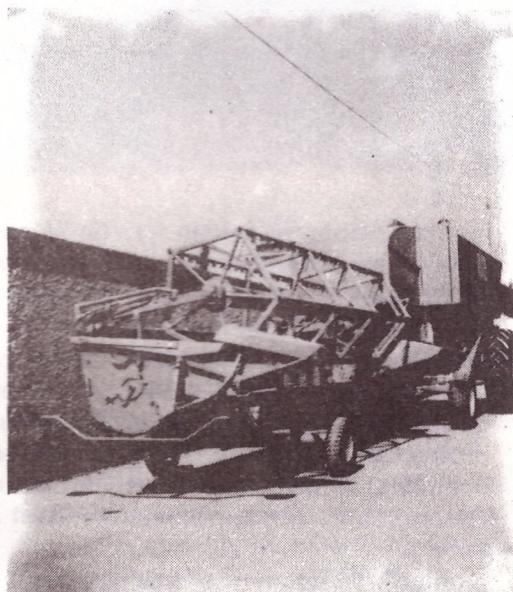

FIG. 10
- il est conseillé, pour le transport sur route, de démonter la plate-forme de coupe qui peut être transportée sur un chariot spécial tracté par l'automotrice (fig.10).